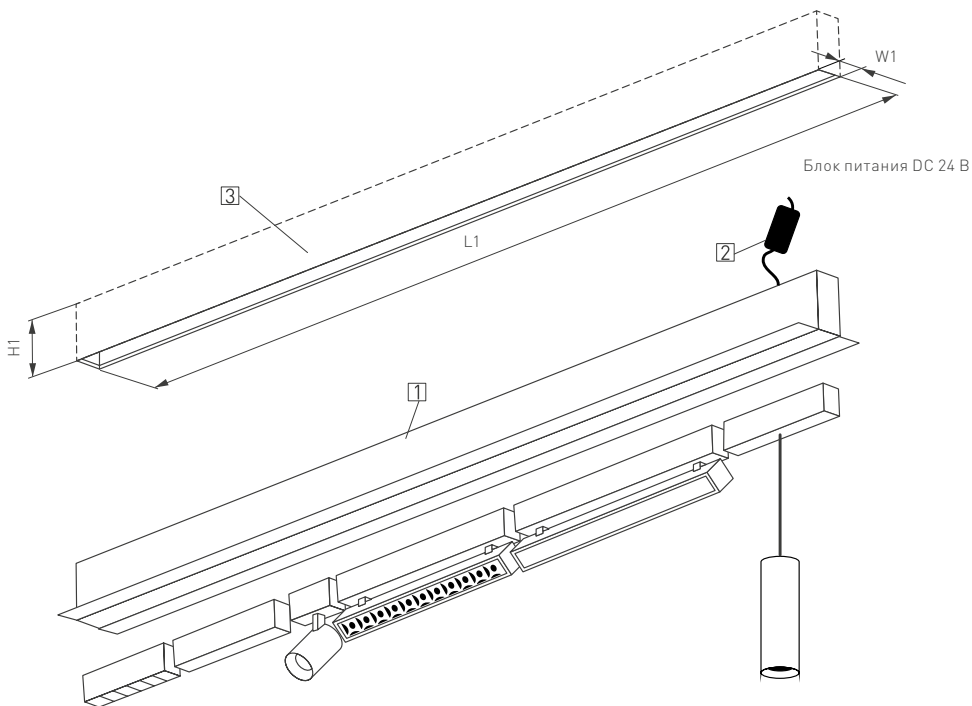

Рис. 2. Монтаж магнитного шинопровода серии 2538
- 3.1. Подготовьте в монтажной поверхности нишу [3] по размерам, указанным в таблице 2.1 (здесь и далее см. рис. 2 и 3).